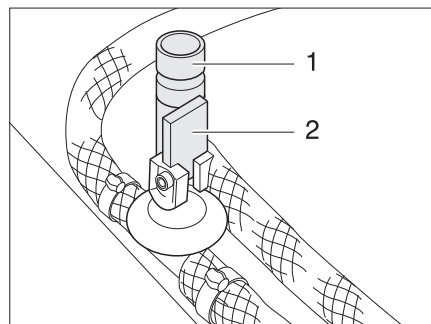

Bild 126 Ablasshähne für Truma Boiler
- Alle Ablasshähne für den Boiler schließen. Dazu den Kipphebel (Bild 126,2) waagrecht stellen bzw. die Kappe (Bild 126,1) im Uhrzeigersinn drehen.
- Alle Ablasshähne für den Boiler öffnen. Dazu den Kipphebel (Bild 126,2) senkrecht stellen bzw. die Kappe (Bild 126,1) entgegen dem Uhrzeigersinn drehen.